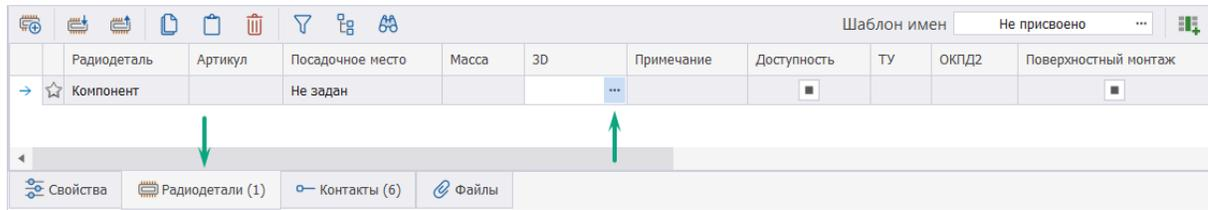

Рис. 173 Отображение столбца «3D» в таблице радиодеталей редактора компонентов
9. В редакторе компонентов, на вкладке «Радиодетали», нажать на символ «•••», расположенный в столбце «3D model», созданного в п.6, см. Рис. 173.